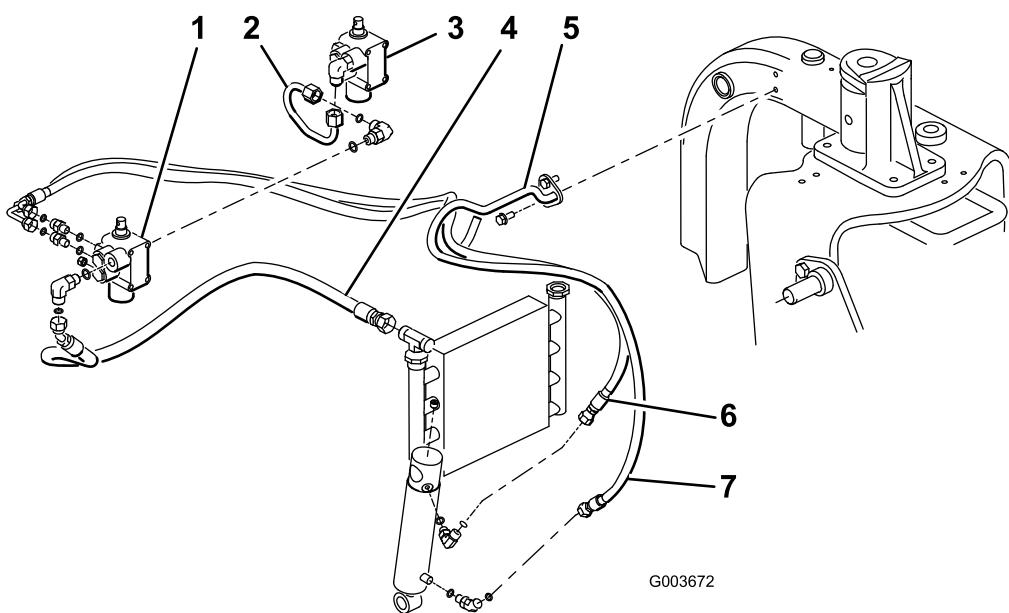
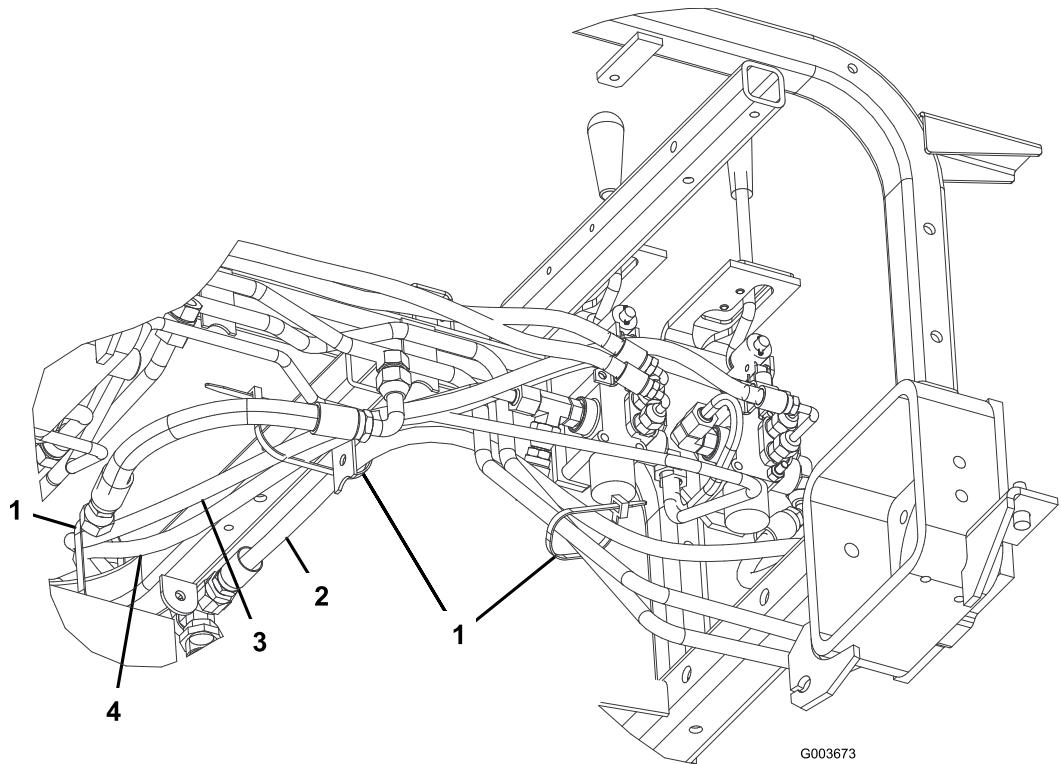
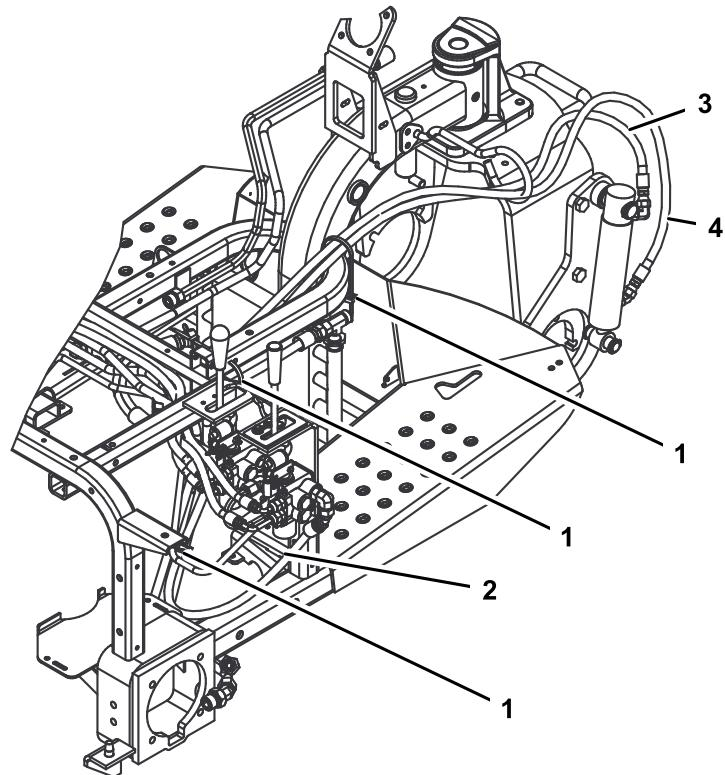

Bild 14
Bild 15
Bild 16
Hinweis: Um den Ölverlust beim Abnehmen des Hydraulikschlauches zu verringern, sollten Sie den Ersatzschlauch griffbereit haben, Sie können das Anschlussstück am Kühler auch mit einer der Versandschutzkappen verschließen, die Sie vom Schlauch abgenommen haben, Bestellnummer 108-8447 (Bild 14).
4. Schließen Sie den Schlauch, Bestellnummer 108-8447, an das 90-Grad-Anschlussstück an der linken Seite des neuen Ventils und das freie Anschlussstück am bestehenden Hubventil an (Bild 14).
5. Schließen Sie das 45-Grad-Anschlussstück am Hydraulikschlauch, Bestellnummer 108-8449, an das 90-Grad-Anschlussstück an der rechten Seite des Ventils und an das gerade Ende des Schlauches zum freien Ölkühleranschlussstück an (Bild 14). Angaben zur Schlauchverlegung finden Sie unter Bild 15 und Bild 16.
6. Befestigen Sie den Drahtschlauchhalter mit zwei Gewindeschrauben am linken Rahmenrohr (5/16 x 3/4 Zoll) (Bild 14).
Drahtschlauchhalter und schließen Sie das gerade Ende des Schlauches am oberen Anschlussstück am Hydraulikzylinder an (Bild 14). Angaben zur Schlauchverlegung finden Sie unter Bild 15 und Bild 16.
8. Schließen Sie das lange 90-Grad-Anschlussstück am Hydraulikschlauch, Bestellnummer 108-8454, am unteren, geraden Anschlussstück hinten am Ventil an. Verlegen Sie den Schlauch durch den Drahtschlauchhalter und schließen Sie das gerade Ende des Schlauches am unteren Anschlussstück am Hydraulikzylinder an (Bild 14). Angaben zur Schlauchverlegung finden Sie unter Bild 15 und Bild 16. Stellen Sie sicher, dass der Schlauch nicht in der Nähe von scharfen, heißen oder sich bewegenden Bauteilen verlegt ist.
10. Befestigen Sie die Schläuche mit Kabelbinden an der Maschine. Angaben zu den Befestigungsstellen finden Sie unter Bild 15 und Bild 16.